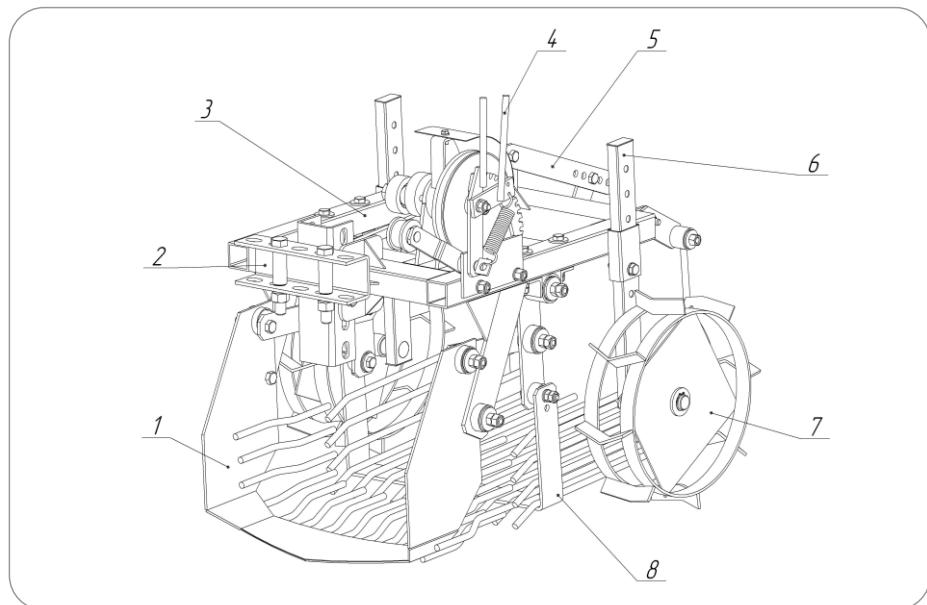

Рис.1 - Картофелевыкапыватель. Общий вид.
- Установите стойки в сборе с колесами 6 (рис.1), зафиксируйте их болтами M10x40.